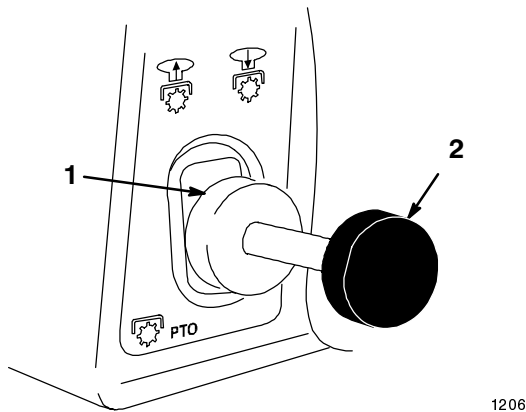

Bild 6
2. Schieben Sie den Zapfwellenhebel auf “EIN” (Bild 6).
2. Schieben Sie den Zapfwellenhebel auf “AUS” (Bild 6).